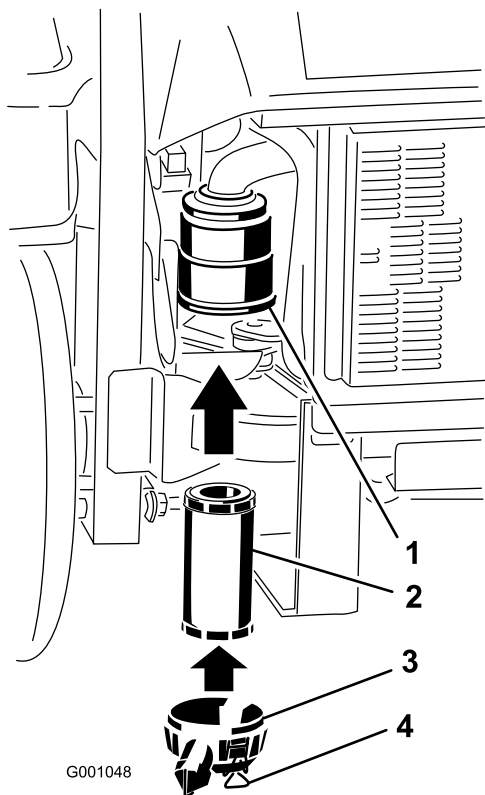

Figure 36
2. Insérez le filtre dans le boîtier avec précaution (Figure 36). Assurez-vous qu'il est bien engagé en appuyant sur le rebord extérieur.
3. Remettez en place et verrouillez le couvercle du filtre à air (Figure 36).